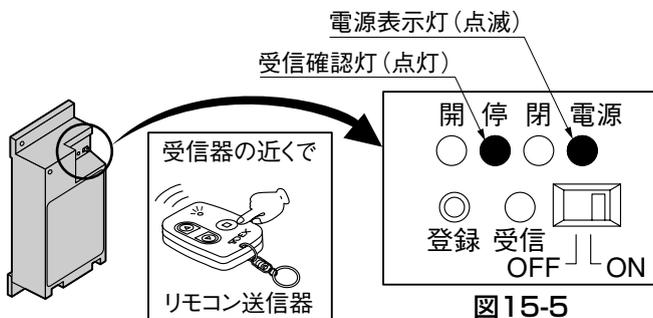

図15-4
- ③ リモコン送信器の「停止」ボタンを、リモコン受信器近くで押してください。受信確認灯「停」が赤色点灯すると、送信器登録が完了します。（図15-4、15-5参照）
- ④ リモコン送信器の登録操作後、リモコン受信器の「登録スイッチ」をボールペンの先などで押してください。受信器登録が完了します。または、電源表示灯の点滅が点灯に変わるまで待ちます。点灯表示で受信器登録が完了します。
- ⑤ 外したコントロールカバーを取付けてください。